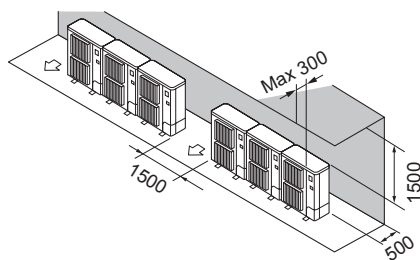

Fig. 2-13
- ② Samo prepreke sa zadnje strane i iznad (Fig. 2-13)